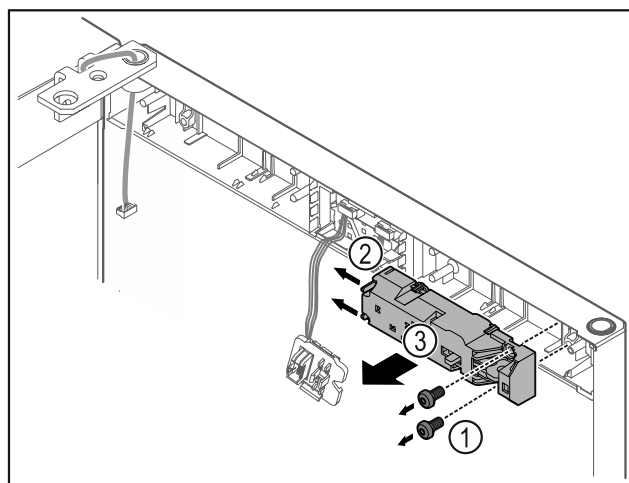

Fig. 23
- ▶ Eemaldage kruvid Fig. 23 (1).
- ▶ Vajutage fiksaatorninasid Fig. 23 (2) küljele ja võtke kauglukk Fig. 23 (3) maha.